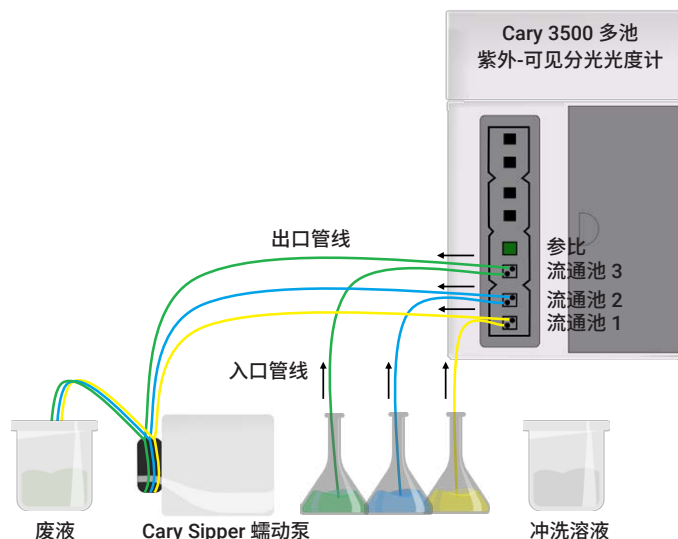

图 1. 与 Cary 3500 多池紫外-可见分光光度计仪器配套使用时，蠕动泵可以将最多 3 个样品泵入流通池，并对其进行同步测量
- **Cary 3500 多池系统** — 可将 3 个不同样品泵送至 3 个流通池中。可将包含参比溶液的标准比色皿置于第四个池支架位置中，如图 1 所示。同时测量 3 个样品，可提高样品通量并确保所有样品处于相同条件下。可通过 Cary UV 工作站软件对样品温度进行控制1。使样品在测量时温度保持恒定，或在变温的同时测量吸光度